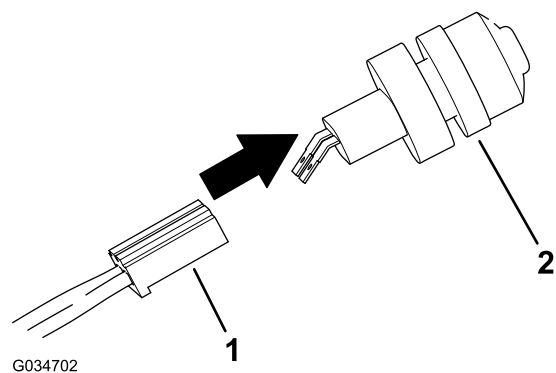

Рисунок 7
4. Вставьте штыревой разъем переключателя звукового сигнала в гнездовой разъем главного жгута проводов (Рисунок 7).